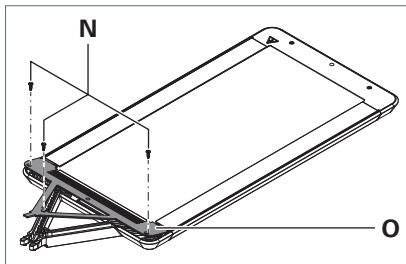

Fig. 4: Rimuovere la copertura.
- ▶ Svitare le viti **N** dalla copertura **O**, vedere Fig. 4.